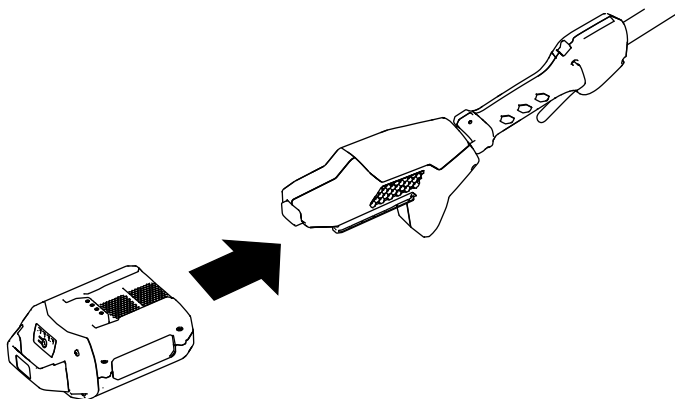

Figura 11
3. Alinee el hueco de la batería con la lengüeta del alojamiento del mango (Figura 11).